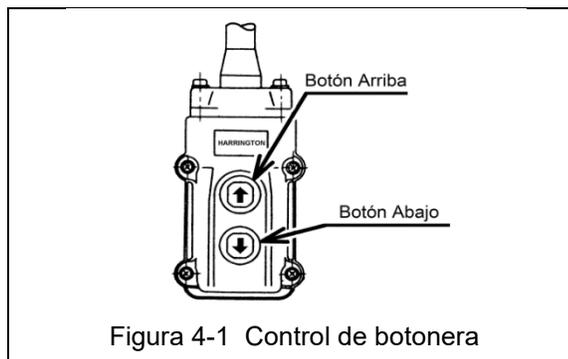

Figura 4-1 Control de botonera
4.3.1 Control del botonera: cuando use el control de botonera presione el botón con la flecha hacia arriba para elevar el polipasto o presione el botón con la flecha hacia abajo para bajar el polipasto según se indica en la Figura 4-1 abajo. Para detener el movimiento, suelte los botones.